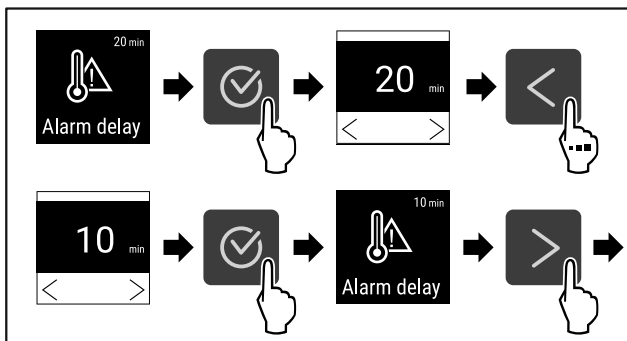

Fig. 100
- ▶ Udfør handlingstrinene (se Fig. 100) .